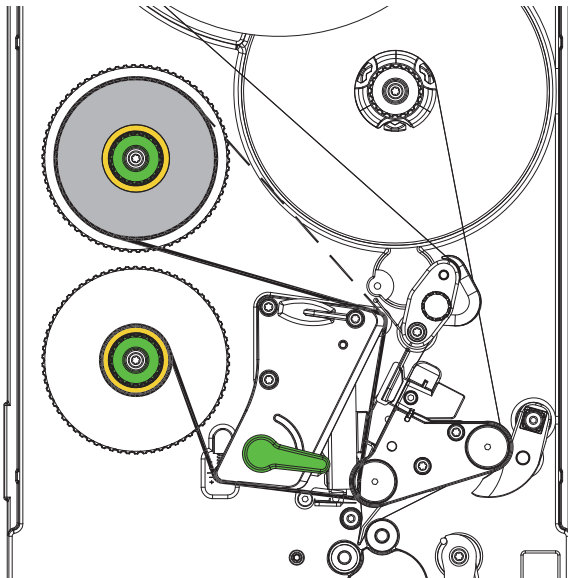

Figure 11 Passage du ruban transfert
2. Tourner le levier (1) dans le sens inverse des aiguilles d'une montre pour soulever la tête d'impression.
3. Pousser le rouleau de ruban transfert (3) jusqu'à la butée sur le dérouleur (4).
4. Maintenir le dérouleur (4) et tourner le bouton de réglage (2) dans le sens inverse des aiguilles d'une montre jusqu'à ce que le rouleau soit fixé.
5. Pousser un mandrin (6) approprié sur l'enrouleur de ruban transfert (5) et le fixer de la même manière.
6. Guider le ruban transfert à travers le mécanisme d'impression comme décrit sur la Figure 11. La ligne continue s'applique au ruban à encrage intérieur, la ligne pointillée au ruban à encrage extérieur.
7. Fixer le début de ruban transfert avec une bande adhésive sur le mandrin (6). Respecter le sens de rotation de l'enrouleur de ruban transfert, à l'inverse des aiguilles d'une montre.
8. Tourner l'enrouleur (5) dans le sens inverse des aiguilles d'une montre pour lisser le ruban transfert.
9. Tourner le levier (1) dans le sens des aiguilles d'une montre pour verrouiller la tête d'impression.